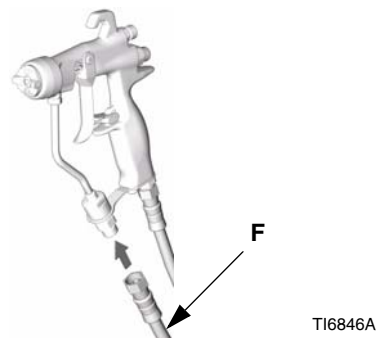

Рис. 4
2. Соедините шланг для жидкости (F) с впускным отверстием жидкости на пистолете. Смотрите Рис. 4. При необходимости установите поворотное соединение (115898) на входном отверстии пистолета для улучшения маневренности. Смотрите раздел Принадлежности на странице 33.